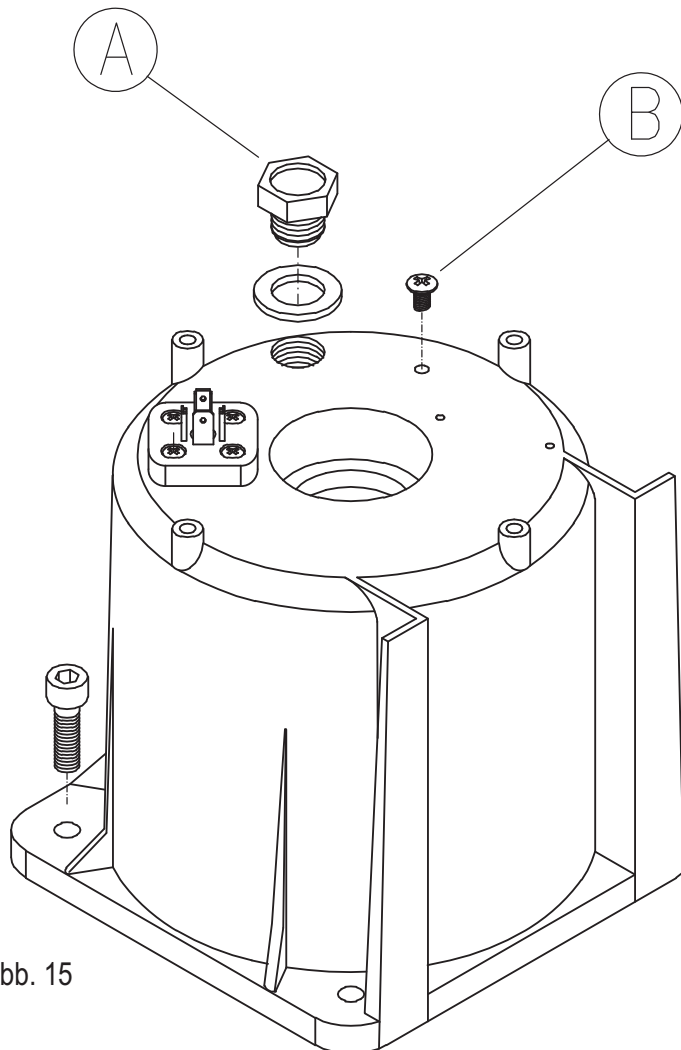

Fig. 15 - Abb. 15
3. Haal de oliedop (deel A op afb. 15) weg.